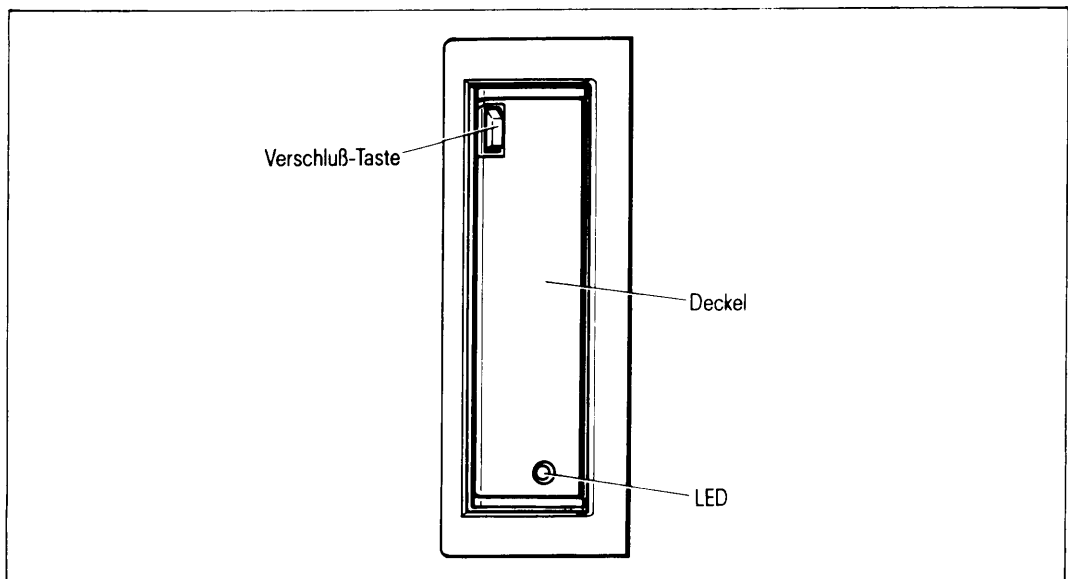

Bild 13 Magnetband-Kassetten-Laufwerk 2,3 Gbyte (Video-8)
- Öffnen Sie den Verschußdeckel des Kassettenschachtes durch Drücken des Entnahme-Knopfs unter bzw. neben dem Deckel (siehe Bild 13).